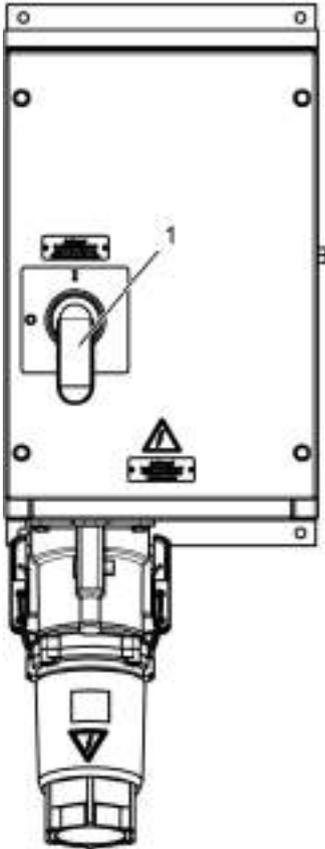

Abb.65: Einschalten
2. Lastschalter in I-Stellung drehen (Abb. 65 /1).